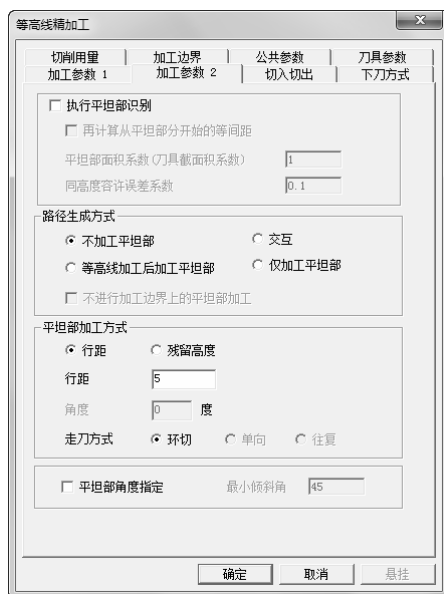

图 3-60 “加工参数 2”选项卡
2) 单击“加工参数 2”选项卡，设置“路径生成方式”为“不加工平坦部”，由于对生产轨迹没有影响，其余加工参数选系统默认，具体如图 3-60 所示。